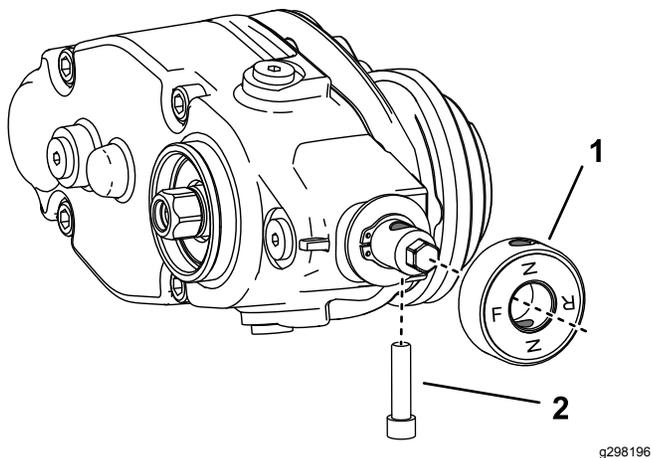

Figura 8
7. Se state montando il groomer sul lato sinistro della macchina, effettuate i seguenti passaggi (Figura 8):